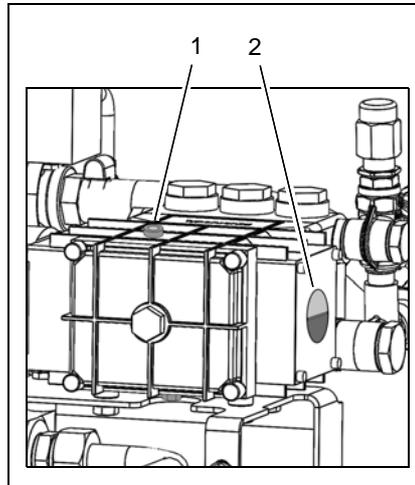

Abb.11
1. Den Peilstab (Abb. 11/1) heraus-schrauben.
2. Den Ölstand am Schauglas (Abb. 11/2) kontrollieren, ggf. etwas Öl nachfüllen.